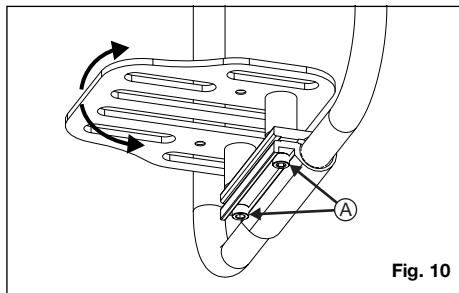

Fig. 10
1. Afloje los dos tornillos (Fig. 10:A) en la parte inferior del apoyapiés con una llave Allen de 4 mm.
2. Gire el apoyapiés al ángulo deseado y fíjelo en su lugar apretando de nuevo los dos tornillos (Fig. 10:A).